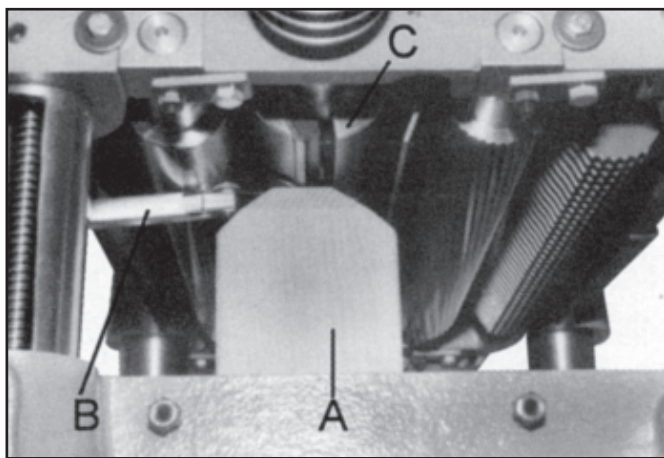

Figura 19
- Coloque el bloque calibrador (A, Figura 19) sobre la mesa directamente debajo de la cabeza de corte.